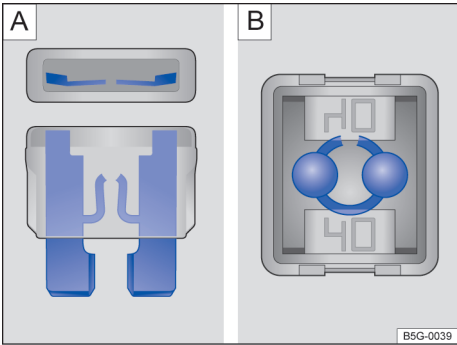

Fig. 210 Fusível queimado: **A** fusível plano, **B** fusível de bloqueio.
- Um *fusível plano* (ATO®, MINI®) queimado é reconhecido de cima ou de lado pela carcaça transparente nas faixas metálicas derretidas → Fig. 210 **A**.
- Um *fusível de bloqueio* (JCASE®) queimado é reconhecido pelas faixas metálicas derretidas por cima da carcaça transparente → Fig. 210 **B**.